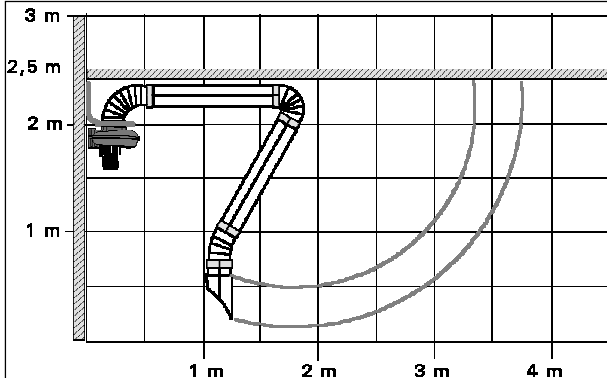

Abb. 1.02
- Siehe Abb. 1.02; Ventilator 180° umgedreht